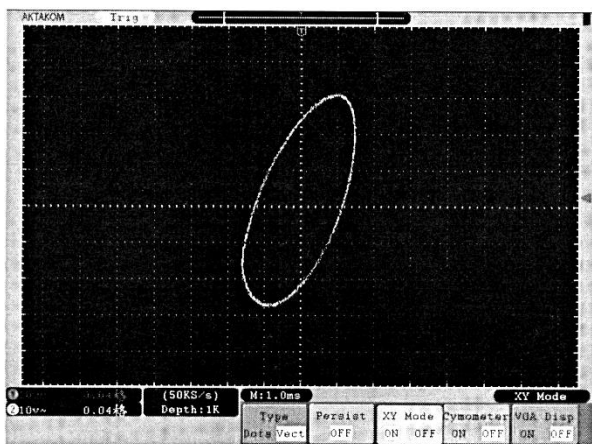

Рис. 3.18. Вид экрана в режиме X-Y
2. Нажатием кнопки H3 включите режим X-Y (состояние - ON) (см. рис. 3.18).